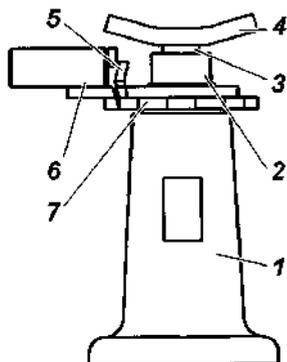

Рис. 10.1. Домкрат:
**Домкрат** (рис. 10.1) предназначен для вывешивания колес автомобиля при его техническом обслуживании или ремонте. Грузоподъемность домкрата – 2,5 т. Максимальная высота подъема домкрата – 435 мм.